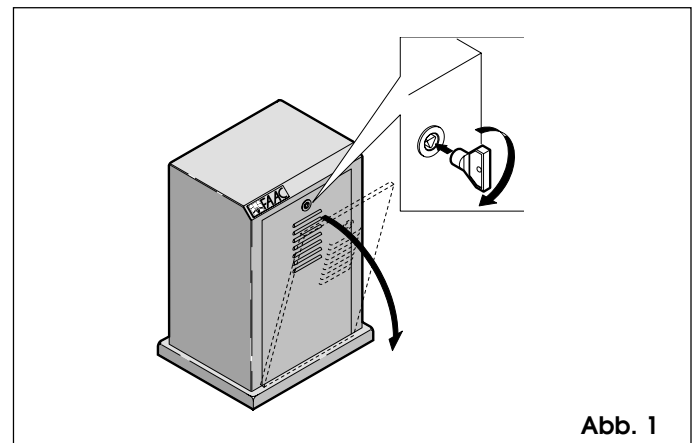

Abb. 1
- Die Klappe am Schutzgehäuse mit dem mitgelieferten Dreieckschlüssel öffnen (s. Abb. 1).
- Beim Öffnen der Klappe unterbricht der Sicherheitssensor (Abb. 1 Pos. 5) den Betrieb des elektronischen Steuergeräts.